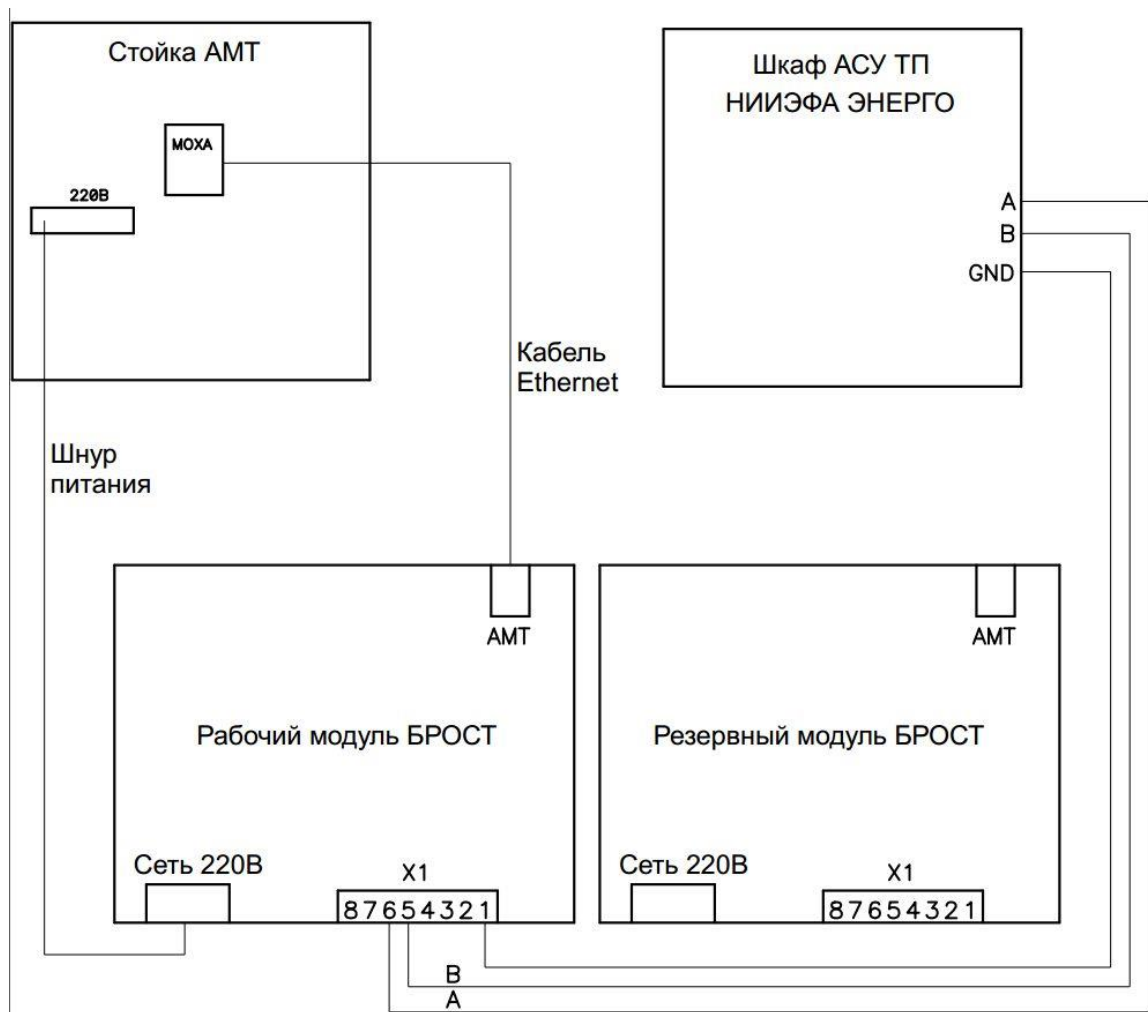

Рис. 3
7.6. На рис. 3 приведен вариант подключения БРОСТ к шкафу ШУП производства ООО «НИИЭФА-ЭНЕРГО». Если длина линии связи RS-485 между модулем БРОСТ и шкафом ШУП превышает 50 метров, требуется согласование линии. Для этого установите резистор 120 Ом между проводами А и В на разъеме шкафа ШУП, затем подключите согласующий резистор на плате БРОСТ, для этого установите перемычку на разъеме X5 (J1) платы. Если